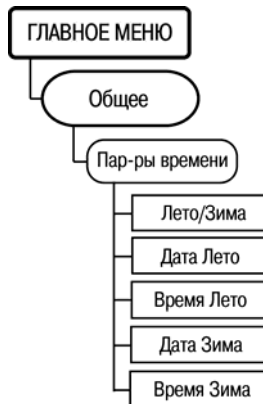

Рисунок 7.23
7.13.3 Для задания временных параметров (переключений по времени), определяющих функционирование прибора, служит пункт меню **//Общее/Пар-ры времени** (рисунок 7.23).